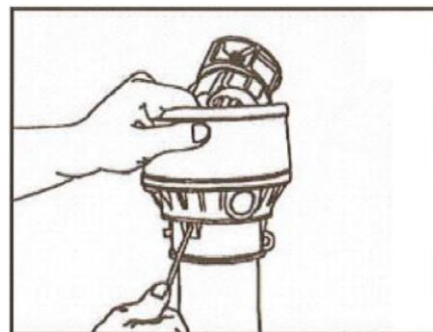

Рис. 75. Снятие защитной воронки
- Нажмите на 3 язычка торцевого уплотнения вниз в месте его посадки и снимите защитную воронку вдоль защитной трубы (Рис. 75).